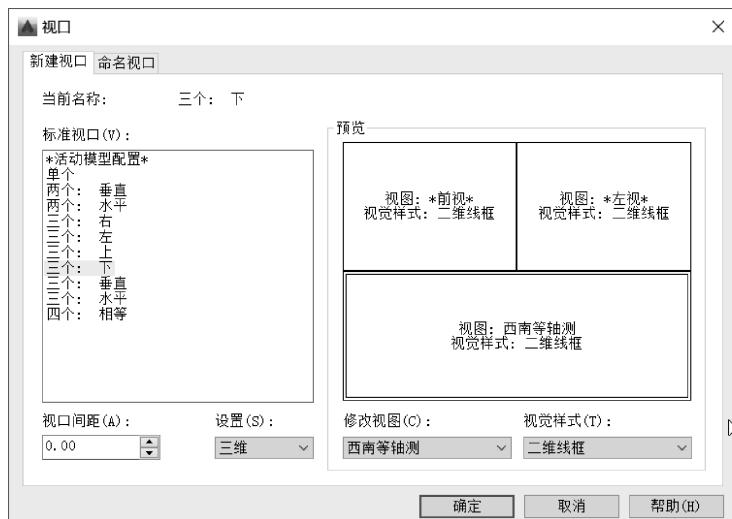

图 12-15 视口设置示例
- 2) 新建浮动视口，设置浮动视口，标准视口为“三个：下”，“视口样式”分别是“前视”“左视”和“西南等轴测”，如图 12-15 所示。按〈Enter〉键后，系统提示：“指定第一个角点或 [布满(F)] <布满>：”指定视口范围或按〈Enter〉键，视口生成。选择“视口”工具栏，将各视口的比例均设为 1:1 或一致。